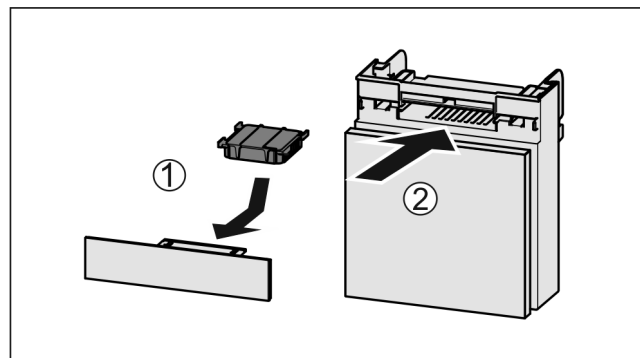

Fig. 147
- ▶ Aktivkohlefilter nach Abbildung einsetzen Fig. 147 (1).
- ▶ Fach einschieben Fig. 147 (2).